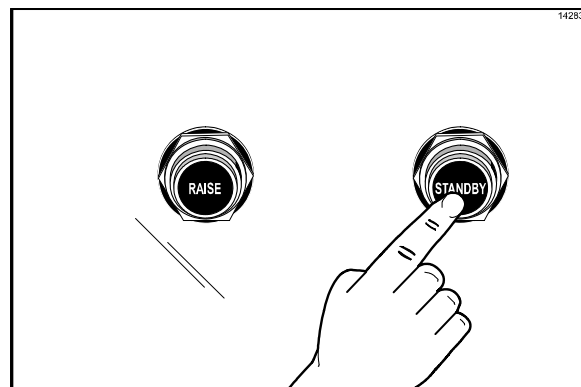

Рисунок 14
4. Нажмите на кнопку "Ожидание", чтобы закрыть верхнюю плиту. (См. рис. 14)